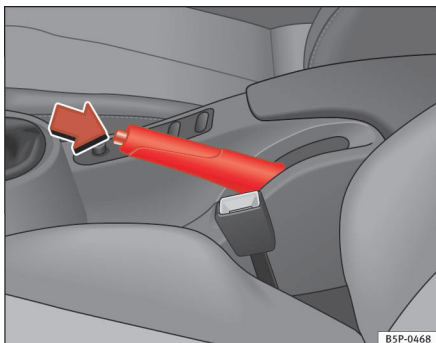

Fig. 149 Håndbremse mellem forsæderne
- Træk håndbremsearmen helt op ⇒ fig. 149.
- Træk håndbremsearmen et stykke opad, tryk låseknappen i pilens retning ⇒ fig. 149, og før håndbremsearmen helt ned ⇒ .